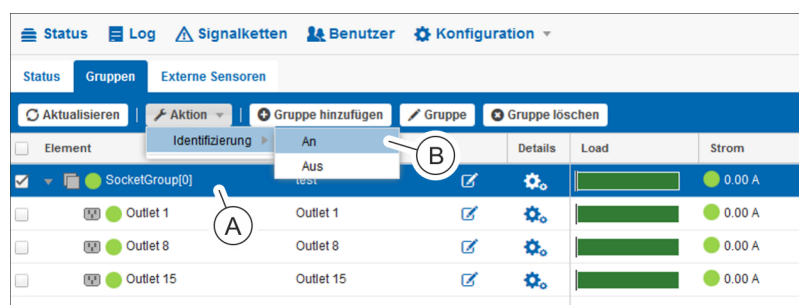

Abb. 106: Menü "Status" – Registerkarte "Gruppen"
4. Gewünschte Steckdosengruppe auswählen (Abb. 106/Ⓐ).
5. ➔ Über „Aktion ➔ Identifizierung ➔ An“ (Abb. 106/Ⓢ) die Identifizierung der Steckdosengruppe einschalten.